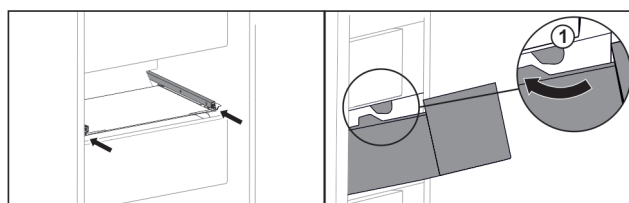

Fig. 50
- ▶ Guider le tiroir en contournant les butées Fig. 50 (1).